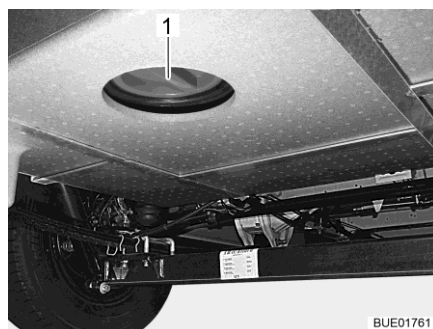

Fig. 185 Apertura per la pulizia (serbatoio delle acque grigie)
- A questo scopo aprire l'apertura per la pulizia (Fig. 185,1) per il serbatoio delle acque grigie e il rubinetto di scarico.